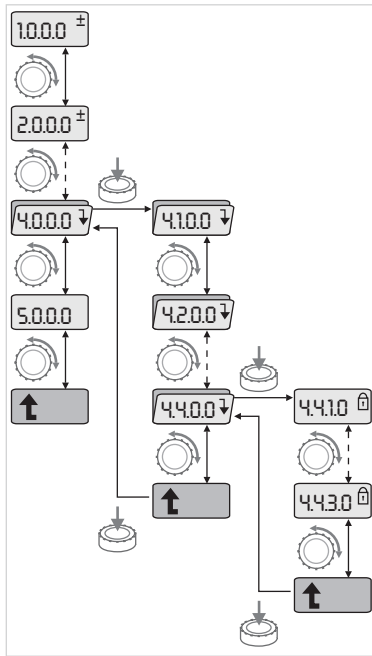

Fig. 37: Ejemplo de navegación
- Realice la navegación general en el menú de la manera siguiente (ejemplo ver Fig. 37):